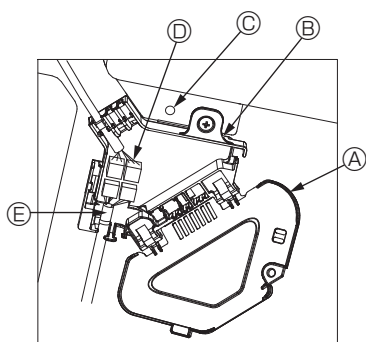

Fig. 5-9
- ① Retire o parafuso que segura a tampa da caixa de conexão, faça deslizar a tampa na direção indicada pela seta tal como exibido no diagrama e, em seguida, abra a tampa.
- ② Na caixa de conexão, localize o fio de junção para o motor de palhetas da grelha e o fio para o motor de palhetas e, em seguida, ligue-os. (Fig. 5-9)